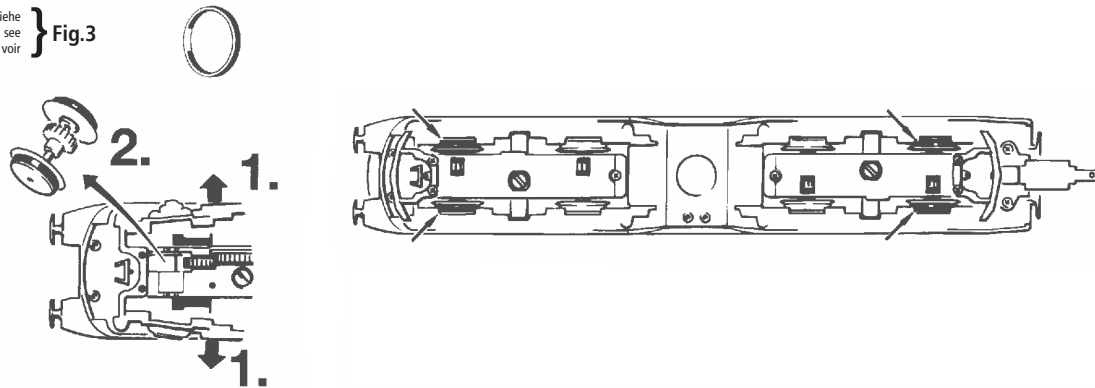

Fig. 8
**1. Cleaning of wheel contacts:** Wheel contacts easily get dirty on tracks which are not entirely clean. Use a small brush to **remove dirt** from spots marked in fig. 8.
**1. Nettoyage des lames de courant aux roues :** Les lames de contacts risquent de s'encrasser rapidement sur des voies poussiéreuses. Veuillez **enlever la poussière** aux endroits marqués à la fig. 8 à l'aide d'un petit pinceau souple.